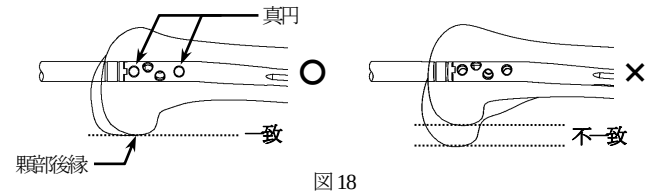

図 18
- 14) 側面像で内・外側の顆部後縁が一致していることを確認します。ネイルの遠位スクリューホール [1] [4] が真円に投影されるよう、ハンドルでネイルの向きを調節します。(図 18)